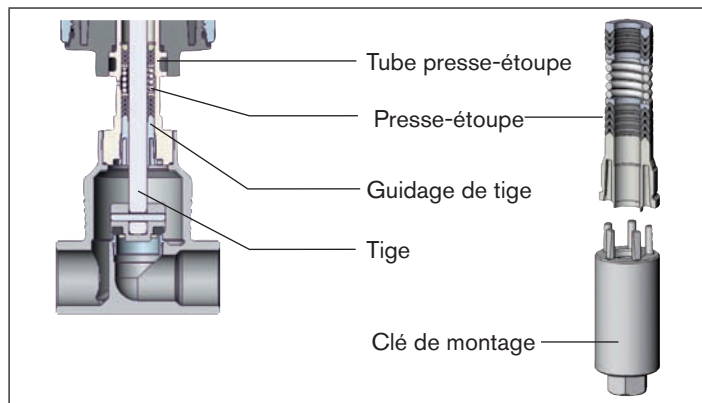

Fig. 27 : Remplacement du presse-étoupe
- Utilisez une clé de montage spéciale pour remplacer le presse-étoupe (voir « Fig. 27 : Remplacement du presse-étoupe »).